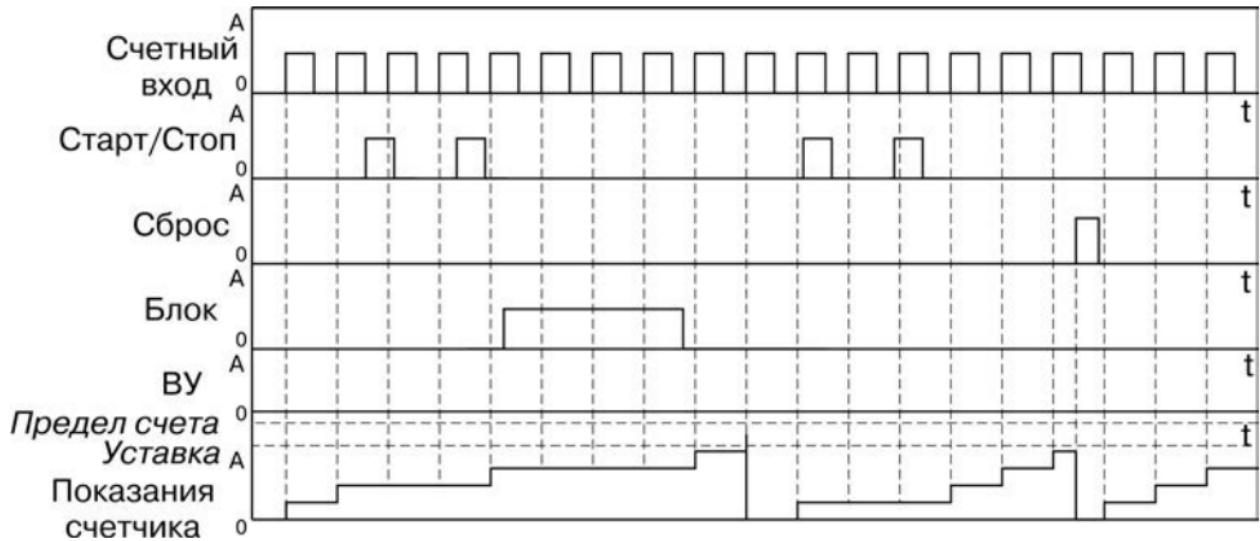

Рисунок 3.5
- тип работы по сбросу – «Сбросить счетчик и продолжить счет» ($rSt=Cont$) (рисунок 3.5).